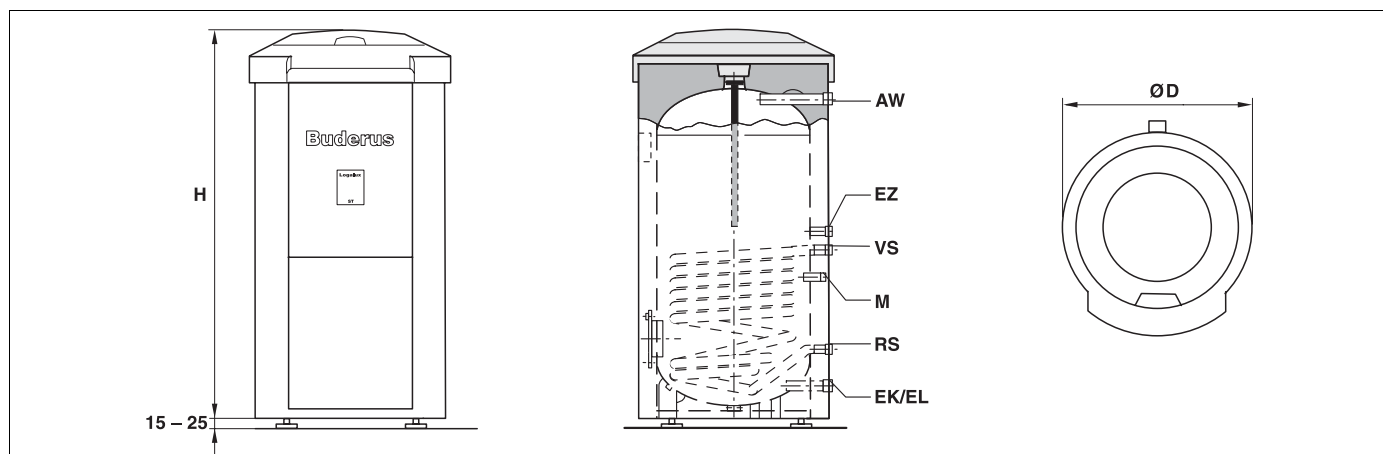

Fig. 2 Dimensioni e attacchi (quote in mm)
- **Pozzetto ad immersione** per il montaggio di una sonda dell'accumulatore (fig. 2, pag. 7, **M**)
Lo scambiatore di calore a tubo liscio (fig. 2, pag. 7) trasmette l'energia dall'acqua di riscaldamento all'acqua potabile contenuta nell'accumulatore. Il contenuto dell'accumulatore viene riscaldato in modo uniforme.